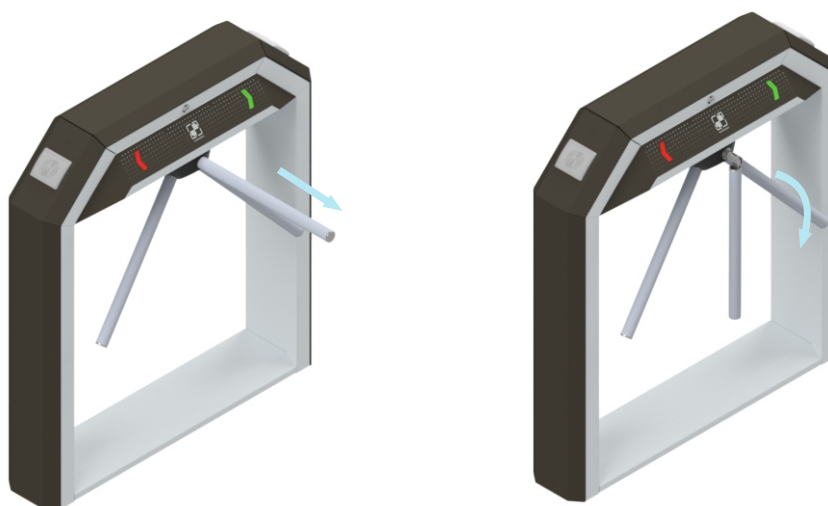

Рисунок 12 – Принцип работы планок «Антипаника»
- 5 Если вы установили планки типа «Антипаника» проверьте работу их механизма разблокировки (рисунок 12);